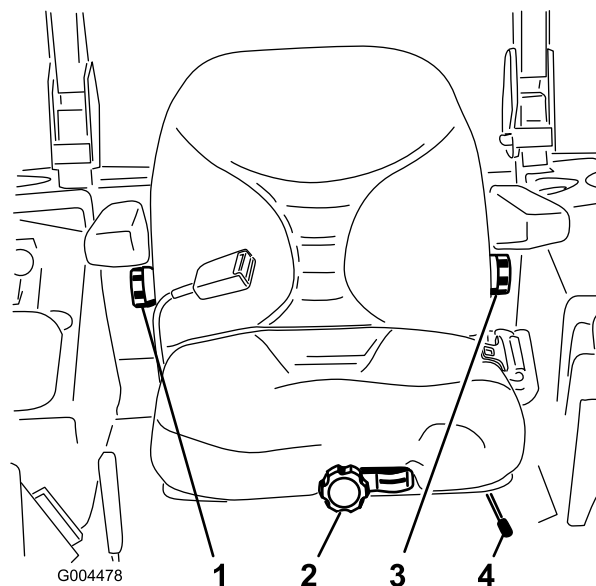

Figure 34
1. Poussez le levier de réglage sur le côté pour débloquer et régler le siège (Figure 34).
Sans vous asseoir sur le siège, tournez le bouton avant dans un sens ou dans l'autre pour obtenir la position la plus confortable (Figure 34).
Pour ce faire, tournez le bouton situé sous l'accoudoir droit dans un sens ou dans l'autre pour obtenir la position la plus confortable (Figure 34).
Pour le régler, tournez le bouton situé sous l'accoudoir gauche dans un sens ou dans l'autre pour obtenir la position la plus confortable (Figure 34).